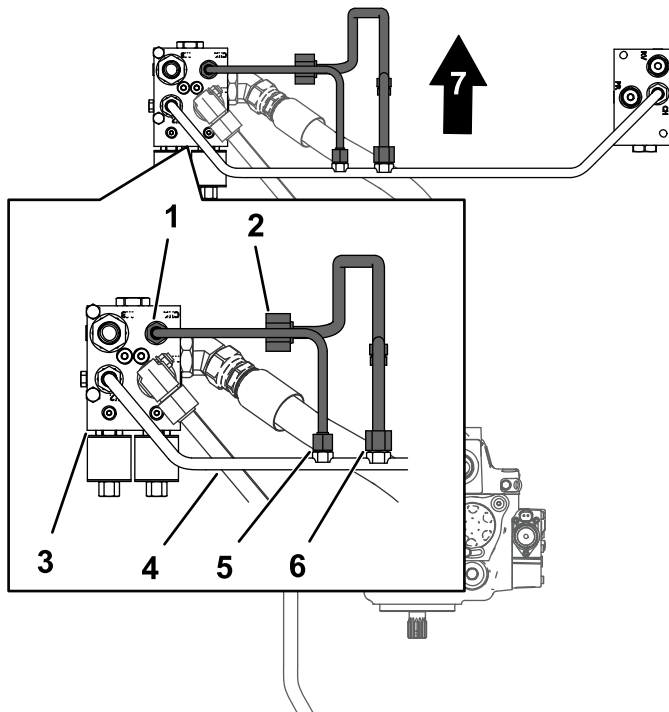

Figura 10
1. Preparate il tubo del filtro idraulico conservato dal passaggio Rimozione del tubo trasversale \(pagina 4\). Allineate il dado a tubo del tubo del filtro idraulico al raccordo nel tubo collettore trasversale, come mostrato in Figura 10.
3. Allineate i dadi a tubo del tubo divisore ai raccordi nel tubo collettore trasversale e nel collettore divisore di flusso (Figura 10).